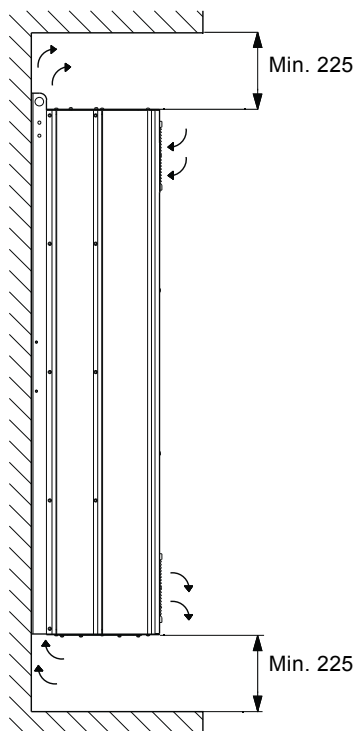

Fig. 3 Luftstrømningsretning og krævet plads til køling [mm]
- Tilstrækkelig fri afstand over og under CUE til luftstrømning og kabeltilslutning. Se fig. 3.